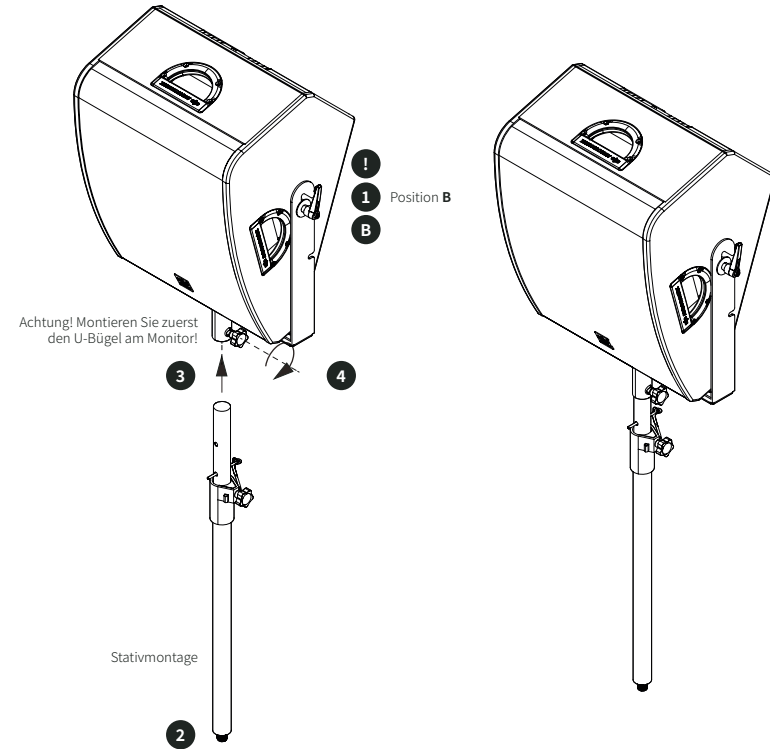

Abbildung 10. Montage des **SMX 12A** mit der U-Halterung auf der **SPS20** Stativstange.
- Position **B**: Für den Einsatz mit der **SPS20** Stativstange. Siehe auch Abbildung 10.
11. Heben Sie den **SMX 12A** an den beiden Griffen auf der linken und rechten Seite an und setzen Sie die U-Halterung auf die Stativstange. Siehe Abbildung 10.